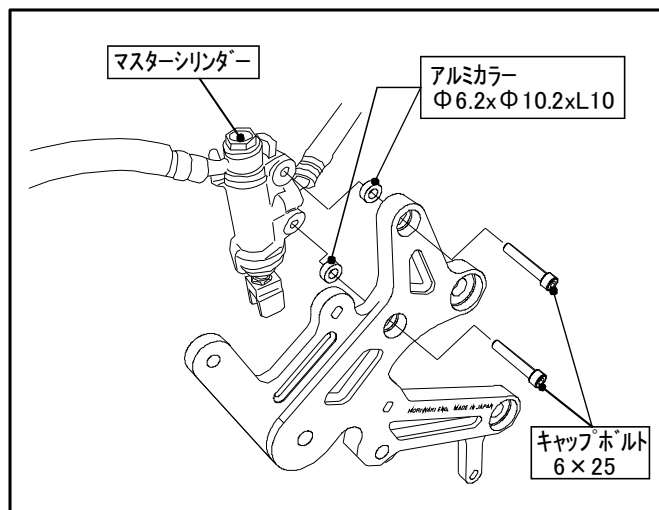

図2 マスターシリンダー取付け
- ① サイドカウルを取外します。
- ② 下記のSTDパーツをモリワキ製ステップに付け替えます。(図2、3参照)